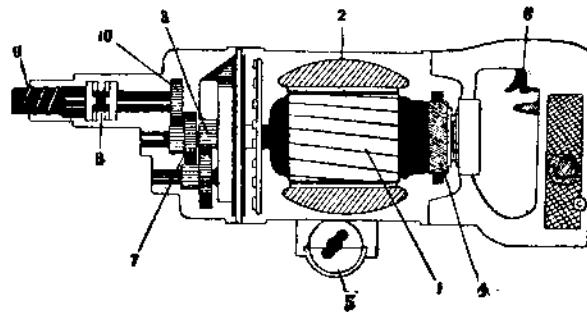

Рис. 63. Разрез ключа-отвертки.
Передаточный механизм состоит из шестереночной передачи (7) и раздвижной кулачной муфты. Шестереночная передача состоит из 3 пар шестерен разных диаметров. Сцепление шестерен подобрано так, что вал кулачной муфты вращается со скоростью 500 оборотов в минуту. Ведущая шестерня монтируется на валу двигателя, две пары (3) передаточных—на полуосях и ведомая—на валу кулачной муфты. Передача вращательного движения с вала двигателя валу кулачной муфты осуществлена через сцепление 6 пар шестерен в указанном порядке (рис. 63).